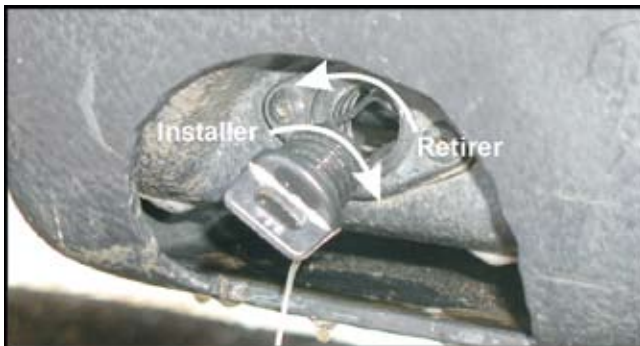

Figure 5-2. Retrait et installation des boudes de vidanges.
1. Les bondes de vidange sont accessibles de l'extérieur du véhicule. S'assurer que les deux bondes de vidange à l'arrière de la carrosserie inférieure (Figure 5-1) soient en position et adéquatement resserrées. Pour installer, placer les bondes à l'arrière du véhicule et visser chaque bonde dans le sens des aiguilles d'une montre dans le raccord de bonde en vous assurant d'une adaptation solide. Vérifier périodiquement le joint torique de la bonde de vidange. Quand elles sont retirées, les bondes demeurent attachées sur l'ouverture pour en prévenir la perte durant la vidange du véhicule. (Figure 5-2).